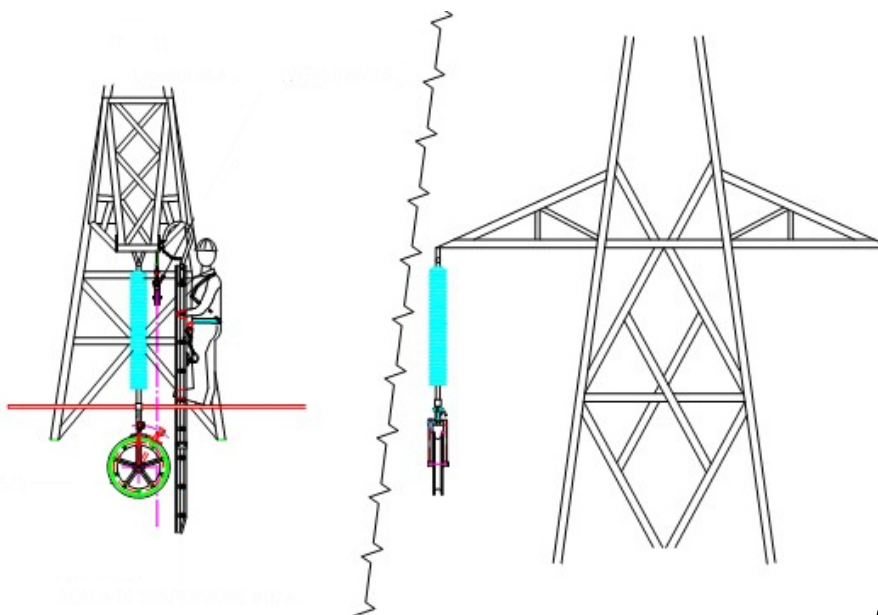

FIG. 2
Asegúrese de que la polea esté correctamente posicionada antes de pasar a la fase de tendido (fig.2).
3. Cierre la travesa (fig.2 pos.4).